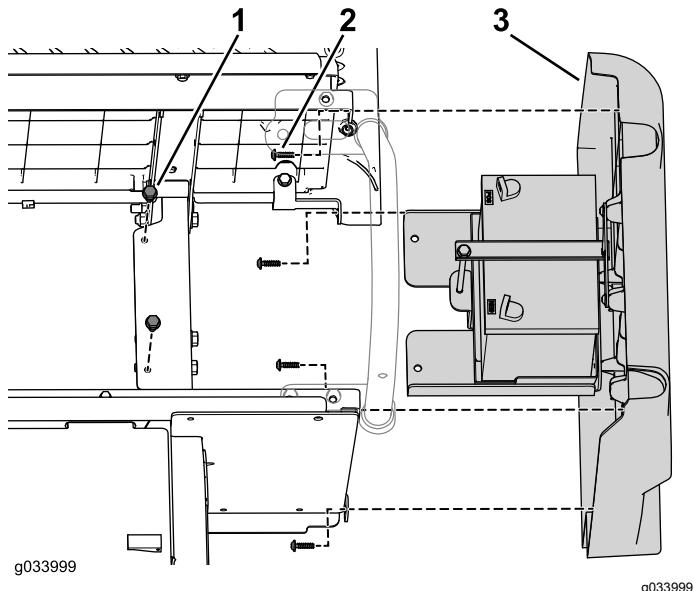

図8
8. バッテリートレイをフレームに固定しているフランジヘッドボルト2本を取り外す図8。
9. 右側パネルを下側座席アセンブリに固定しているねじ4本を外す図8。
- 右側パネルを固定する先ほど取り外したねじ4本を使用する図8。
- バッテリートレイをフレームに固定する先ほど取り外したフランジヘッドボルト2本を使用する図8。